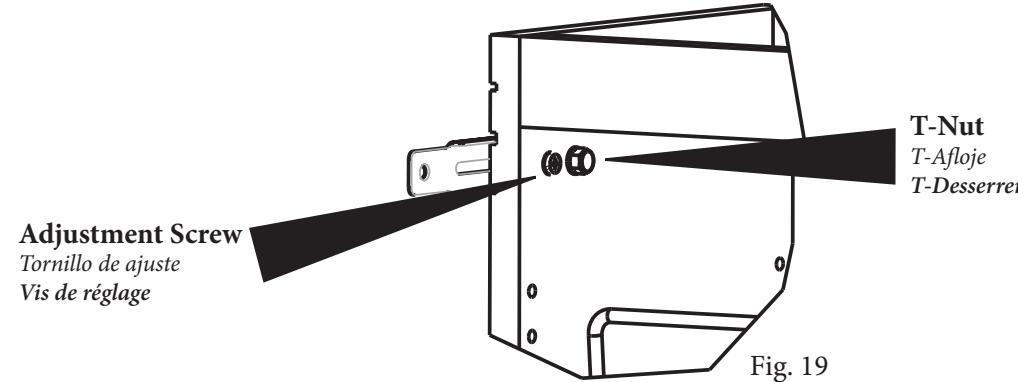

Fig. 19
**19** Loosen or tighten adjustment screws to micro adjust the tilt of the door. (See fig 19)
Desserrer ou serrer les vis de réglage de micro-réglage de l'inclinaison de la porte. (Voir fig 19)